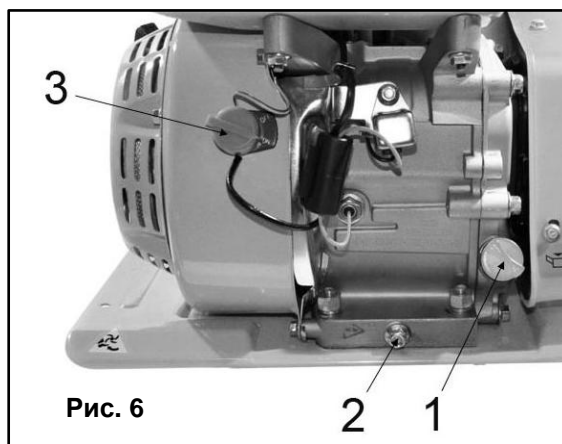

Рис. 6
1. Открутить крышку маслоналивной горловины (1)(См. Рис.6)
3. Вставить и закрутить на место крышку маслоналивной горловины. (1)(См. Рис.6)
6. Переведите рукоятку выключателя зажигания (3) (См. Рис. 6) в положение «ВКЛ» (ON).
3. Переведите рукоятку выключателя зажигания (3) (См. Рис. 6) в положение «ВЫКЛ» (OFF)